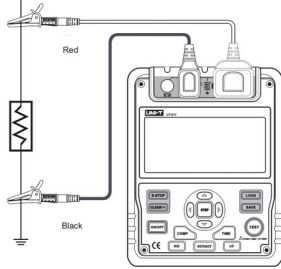

Figura 6. Medición de Baja Resistencia
- Para medir baja resistencia, conecte el Medidor como se muestra en la Figura 6 y haga lo siguiente: